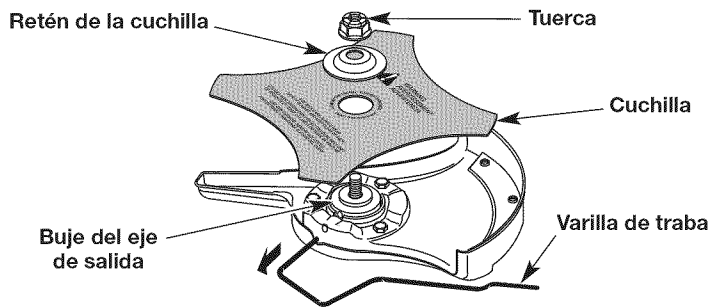
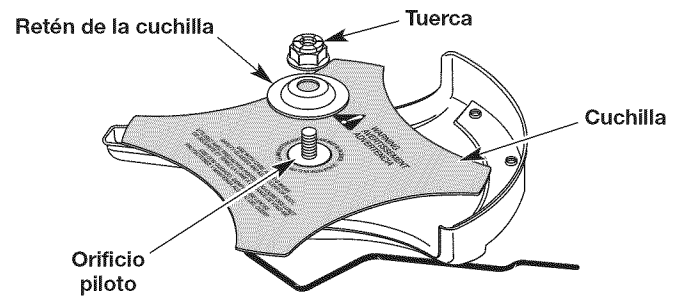

Fig. 15
Fig. 16
4. Quite la varilla de traba (Fig. 15).
5. Quite la tuerca, el retenedor de la hoja y la hoja (Fig. 15).
1. Coloque la cuchilla en el buje del eje de salida (Fig. 15). Asegúrese de que la cuchilla esté centrada en el paso del piloto (Fig. 16). La cuchilla debe asentarse de forma plana contra el buje del eje de salida.
4. Mientras esté sosteniendo la varilla de traba en su lugar, coloque el retén de la cuchilla y la tuerca en el eje de salida (Fig. 16).